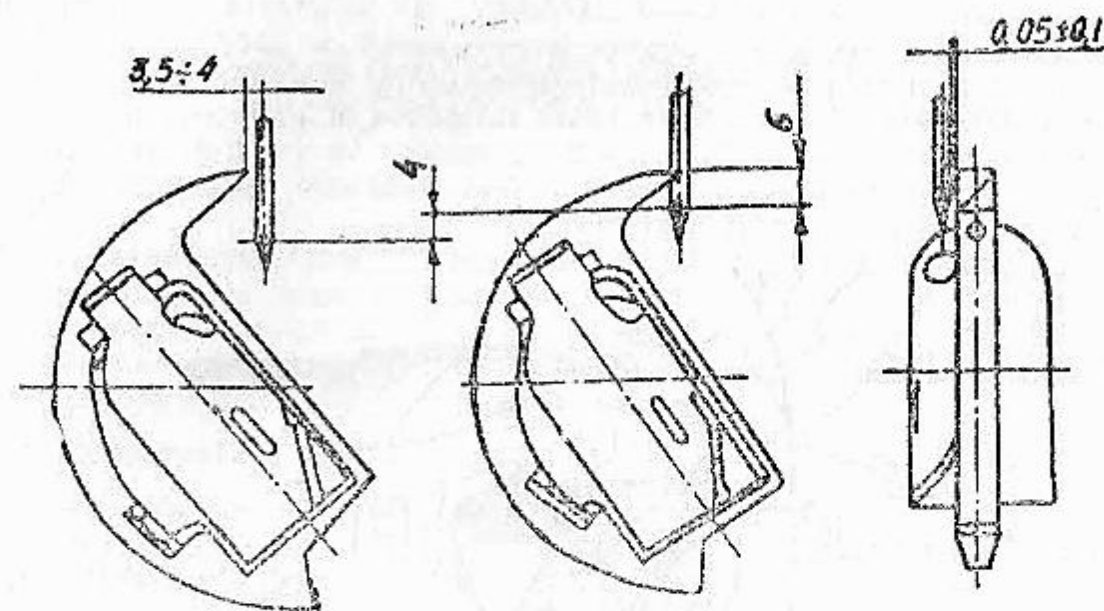

Рис. 4
6.5. Правильная установка носика челнока относительно иглы показана на рис. 4.
в) установка челнока по отношению к игле показана на рис. 4;